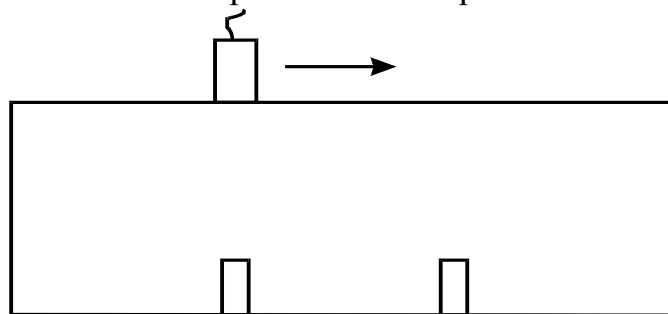

Рисунок 3.18
3.8.3.1 Фронтальную разрешающую способность (ФРС) определяют на образце с двумя отражателями, расположенными на одинаковой глубине (Рисунок 3.18). В качестве отражателей могут быть как плоскодонные отверстия, так и другие отражатели, например, пазы или боковые цилиндрические отверстия, расположенные параллельно поверхности сканирования.